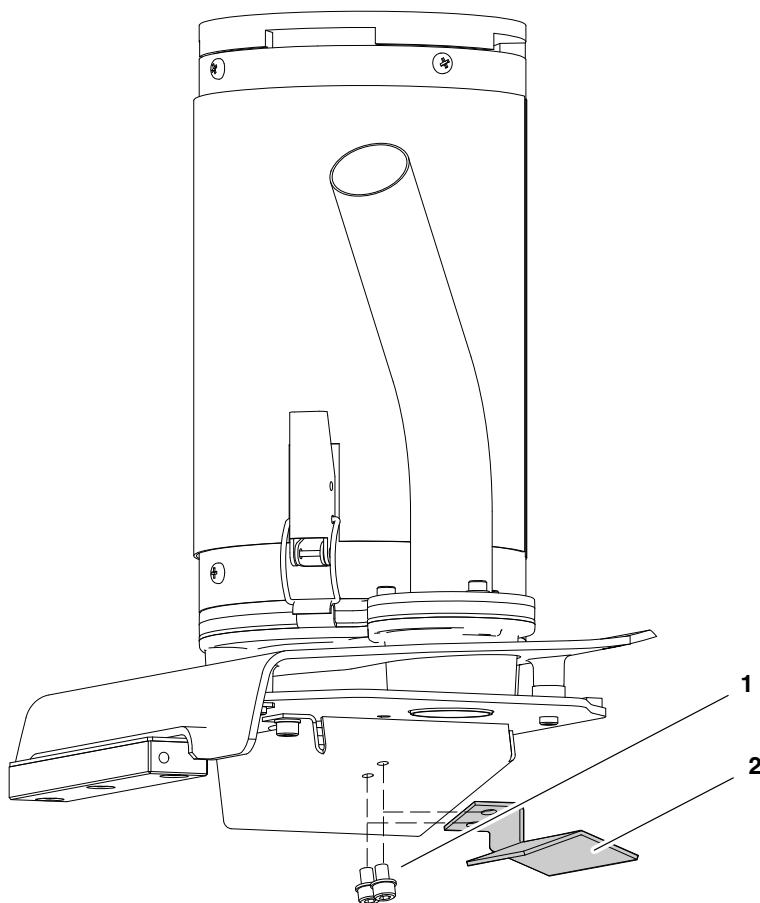

Abb. 11 Einlassluftablenker entfernen
Siehe Abbildung 11. Um den Einlassluftablenker zu entfernen, den Tankdeckel öffnen und Ablenkerschrauben (1) sowie Ablenker (2) abnehmen.